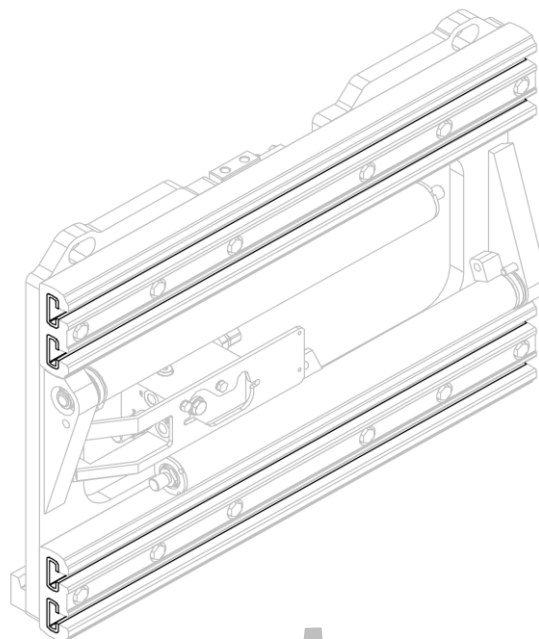
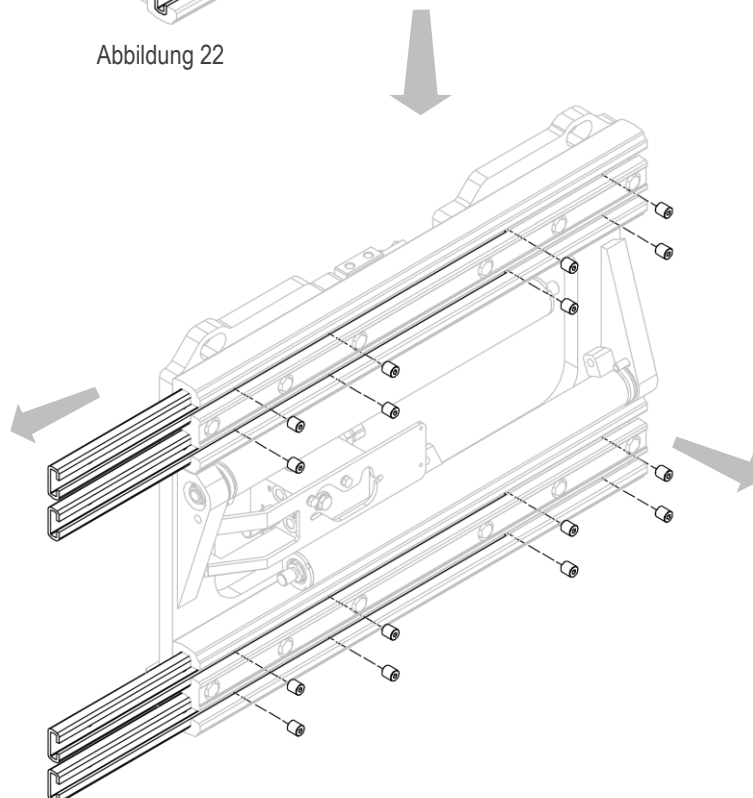

Abbildung 22
Abbildung 23
3. Schrauben Sie die Madenschrauben heraus und entfernen Sie die Nylonbuchsen (siehe *Abbildung 22* und *Abbildung 23*).